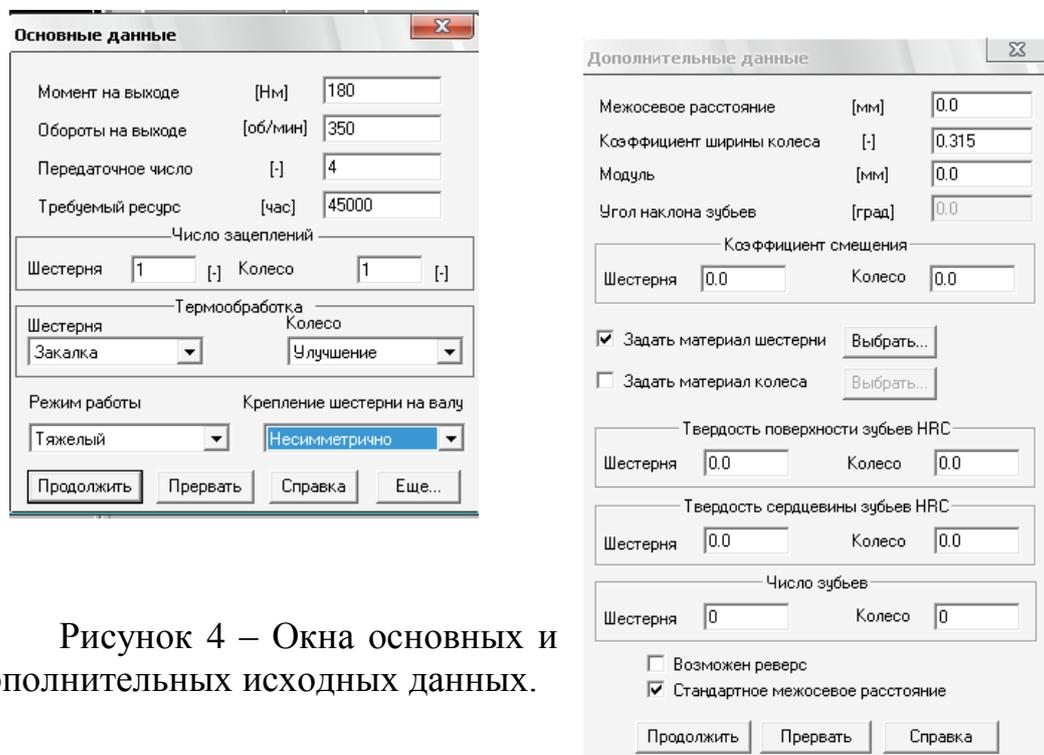

Рисунок 4 – Окна основных и дополнительных исходных данных.
5. Задать основные исходные данные (см.таблицу1.1) в полях ввода диалогового окна «**Основные данные**» рисунок 4.
6. Нажав в нижней части диалогового окна «**Основные данные**» кнопку «**Ещё**», ввести в соответствующие поля ввода открывающегося диалогового окна «**Дополнительные данные**» необходимые значения рисунок 4.